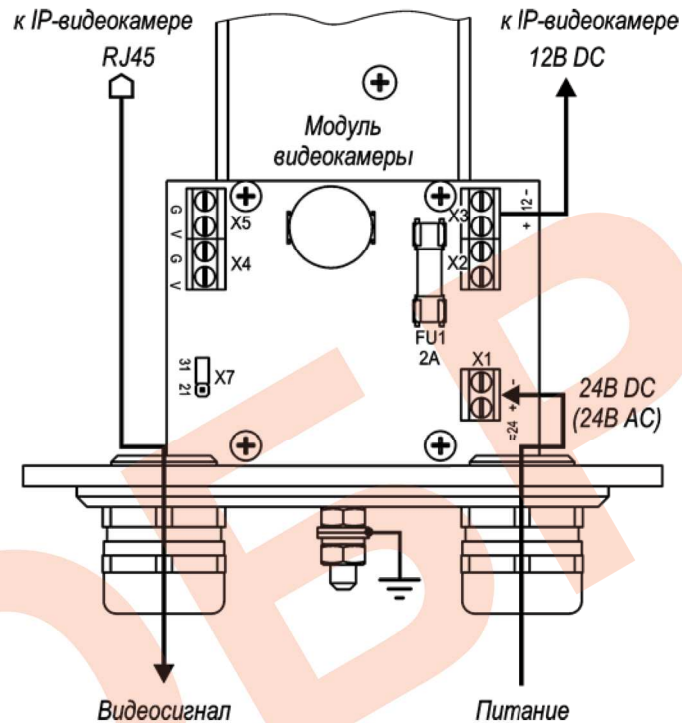

Рис.2 Схема подключения IP-видеокамеры
4. При необходимости изменить мощность обогрева, выкрутить 6 винтов крепления задней крышки гермобокса, выдвинуть модуль видеокамеры из кожуха и установить джампер X7 в нужное положение (рис.2). Установить модуль видеокамеры обратно в кожух. Закрутить 6 винтов крепления задней крышки с усилием  $5\pm 0,5$ Нм.
Предприятием изготовителем джампер Х7 установлен в положение «31» - мощность обогрева 31 Вт, для изменения мощности на 21 Вт джампер Х7 необходимо переставить в положение «21» (см. рис.2).